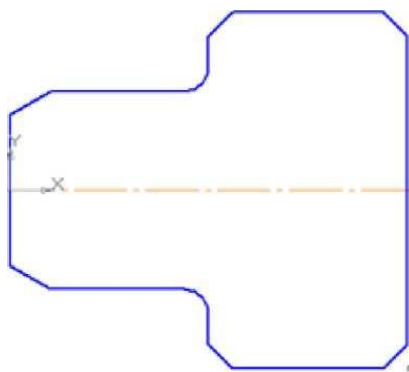

Рисунок 1
6. Выполните очерк нижней части детали. Команда Симметрия становится активной после выделения необходимых объектов, поэтому нажмите **Выделение - Секущей рамкой** . Расположите рамку выше осевой линии, в этом случае не произойдет выделение осевой линии. Нажмите кнопку **Симметрия**  на панели **Редактирование** . Кнопка **Оставлять исходные объекты** активна. На панели специального управления нажмите кнопку **Выбор базового объекта**, курсором укажите осевую линию и получите изображение, рисунок 1.